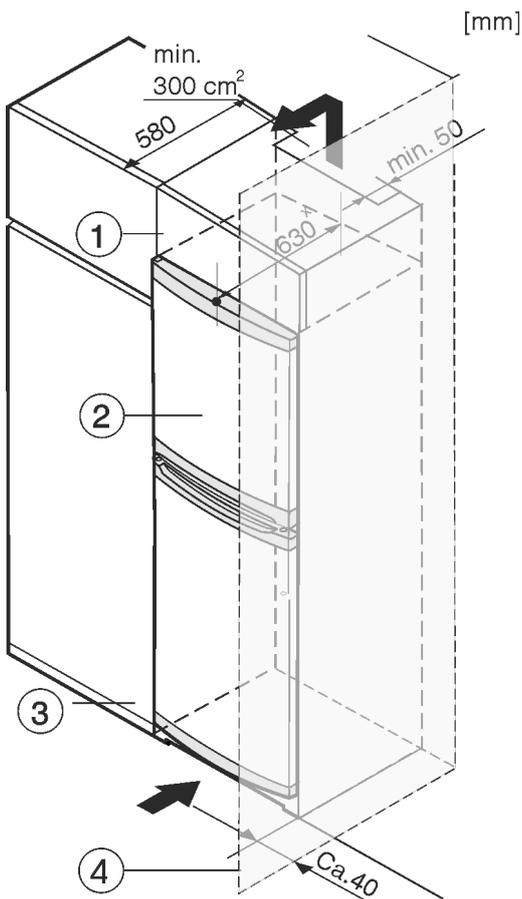

Fig. 8
- (1) Rehausse (3) Placard de cuisine
(2) Appareil (4) Mur
L'appareil peut être intégré dans des meubles de cuisine. Pour adapter l'appareil Fig. 8 (2) à la hauteur du coin cuisine, une rehausse Fig. 8 (1) peut être posée sur l'appareil.
Lors de la transformation avec des placards de cuisine (profondeur max. 580 mm), l'appareil peut être placé directement à côté du placard Fig. 8 (3). L'appareil se trouve latéralement à 34 mm x et au milieu de l'appareil à 50 mm x par rapport à la façade du placard.
Si l'appareil avec les charnières est installé près d'une paroi Fig. 8 (4), la distance entre l'appareil et la paroi doit être de min. 40 mm. Ceci correspond à la saillie de la poignée avec la porte ouverte.